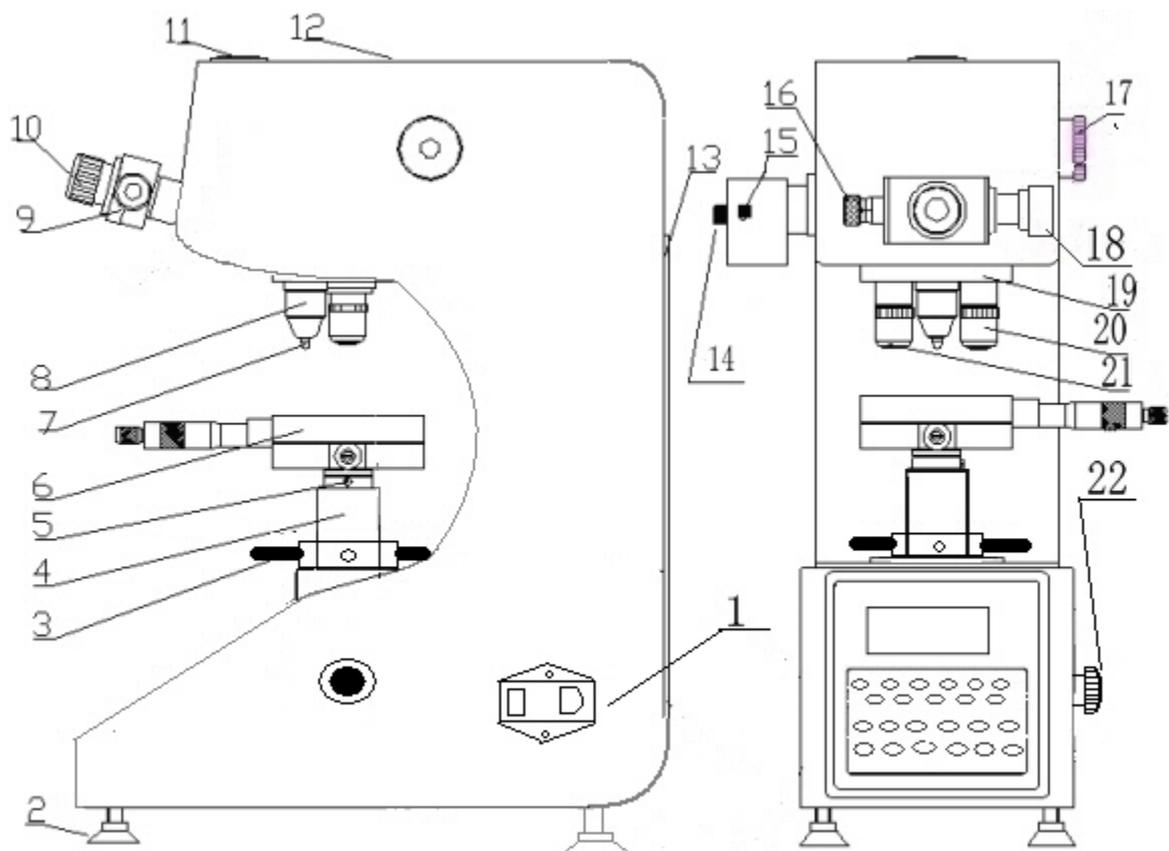

图 3.1 硬度计主机外形
1. 拆去外包装箱，取出硬度计主机和附件箱(见图 3.1)。